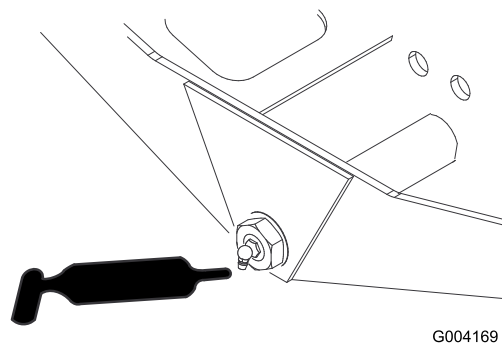

Figura 46
- Articulação da direção do eixo (1) (Figura 46)